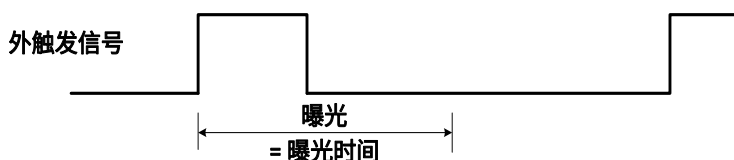

图 8-28 上升沿触发定时曝光模式时序图
- 若启用上升沿触发，曝光会在触发信号上升时开始，一直持续到曝光时间结束，如图 8-28 所示